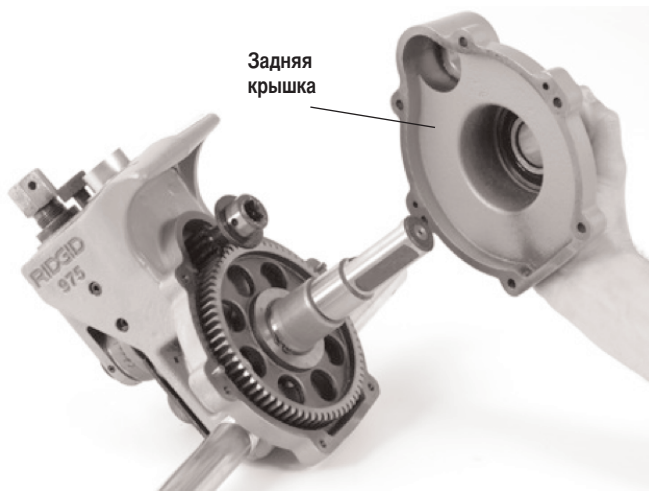

Рисунок 18 – Снятие задней крышки
2. Снимите заднюю крышку (см. рис. 18).